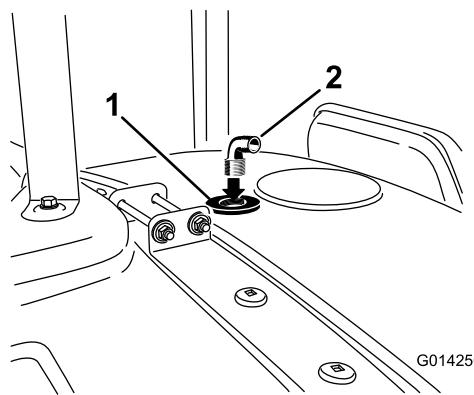

图18
8. 将 90 度接头装入冲洗喷嘴隔板的螺纹孔中 (图18)。